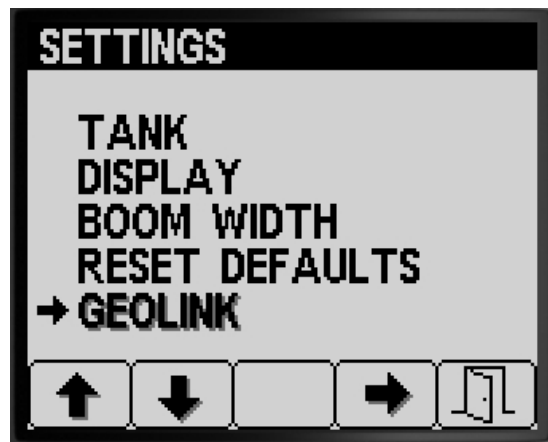

图 36
2. 按 4 号按钮选择 Geolink 条目图 36。
1. 按 SETTINGS 设置屏幕上的 1 号或 2 号按钮直至到达 GEOLINK 选项图 36。